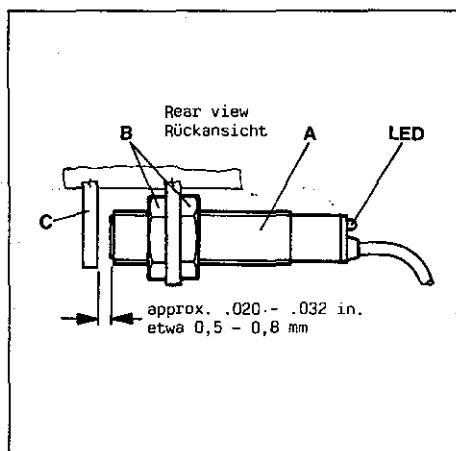

Fig.65
The proximity switch (A, Fig. 65) prevents the motor respectively the sewing machine from running, when the thread trimmer mechanism is not in its extreme right end position (home position). Adjust as follows:
Der Näherungsschalter (A, Fig. 65) verhindert das Laufen des Motors bzw. der Nähmaschine, wenn der Fadenabschneidermechanismus nicht in seiner äußerst rechten Endstellung (Ruhestellung) ist.
Set the face of proximity switch (A, Fig. 65) with nuts (B) close to lever (C) until the light emitting diode (LED) lights up. The distance between proximity switch (A) and lever (C) is normally approx. 0.5 to 0.8 mm (.020 to .032 in.). When moving the thread trimmer mechanism about 0.5 mm (.020 in.) from its right end position to the left, the LED must go out and the motor respectively the sewing machine will not start to run when depressing the motor treadle.
Stellen Sie die Stirnfläche des Näherungsschalters (A, Fig. 65) mit Hilfe der Muttern (B) so nahe an den Hebel (C), daß die Leuchtdiode (LED) aufleuchtet. Der Abstand zwischen Näherungsschalter (A) und Hebel (C) ist normalerweise etwa 0,5 bis 0,8 mm.